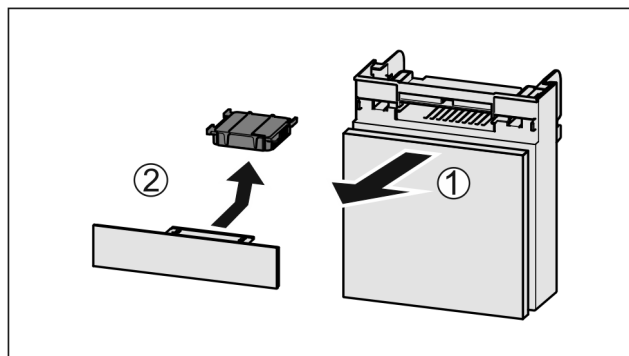

Fig. 92
- ▶ Zásuvku vytáhněte dopředu Fig. 92 (1).
- ▶ Filtr s aktivním uhlím vyjměte Fig. 92 (2).